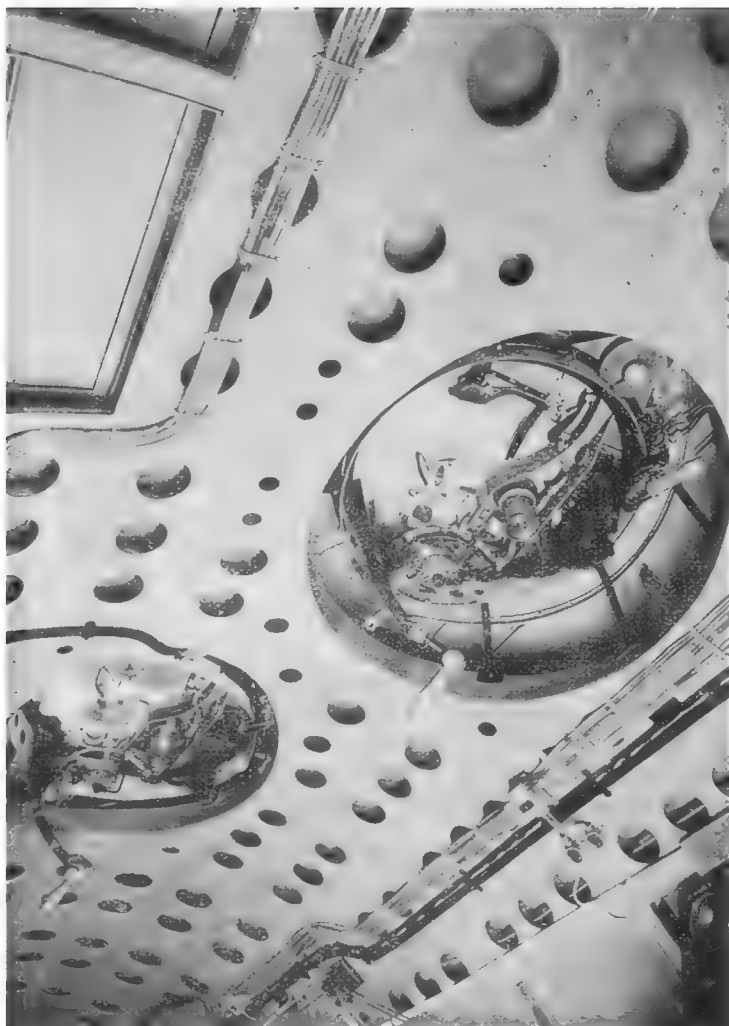

Fig. 59
Ciascuna torretta (fig. 5) (71) comandata a distanza da una centrale di tiro (fig. 59) (79) ha un impianto idraulico distinto dall'altro.